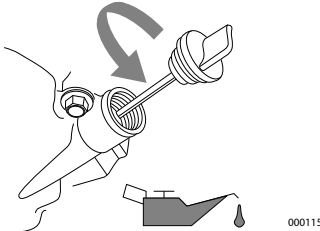

Figure 4-1. Remplissage d'huile moteur
3. Voir **Figure 4-1**. Déposer le bouchon de remplissage et essuyer la jauge d'huile.